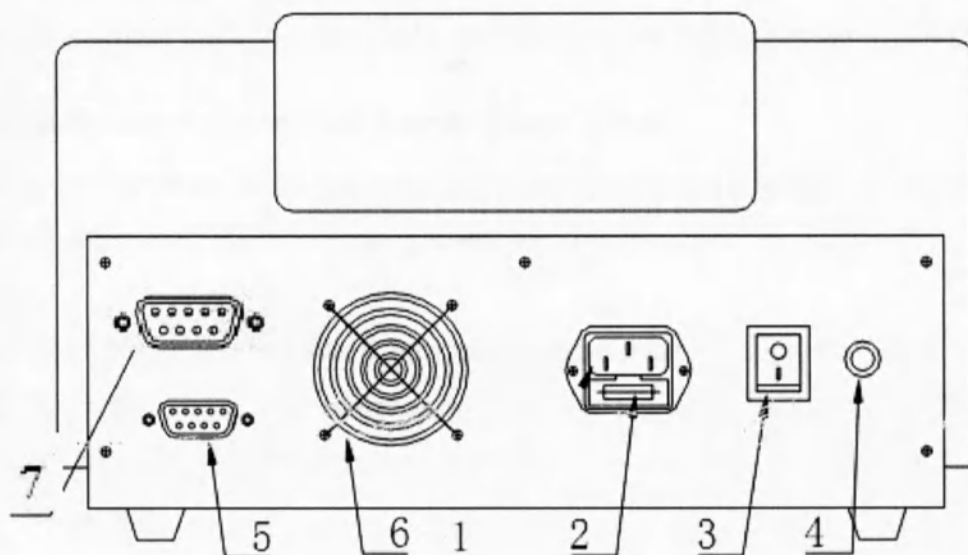

Рисунок 2-2
2. Задняя панель (рисунок 2-2)